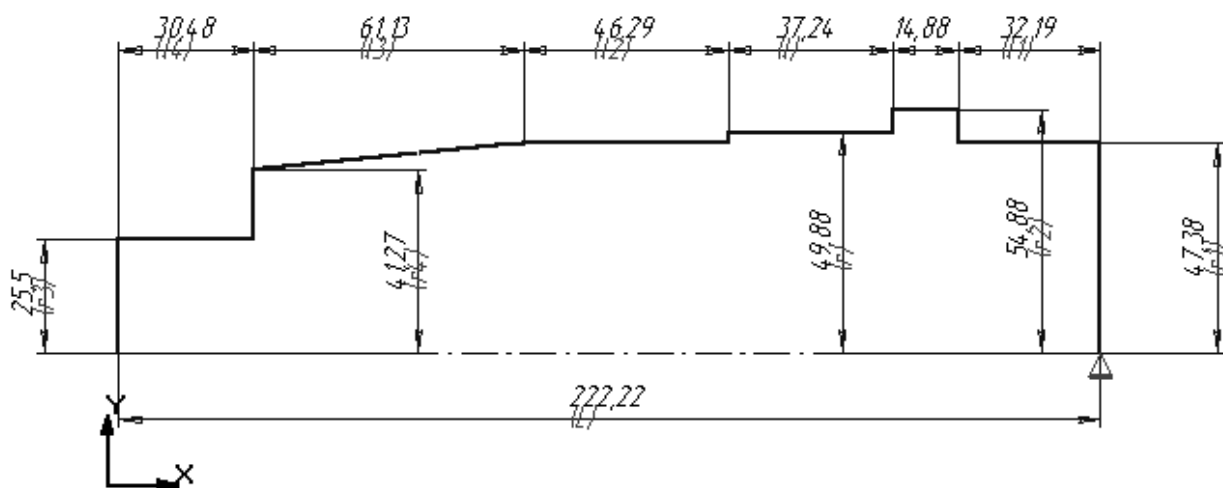
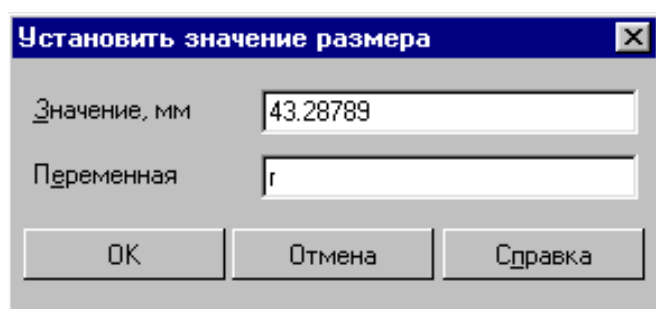

Рис. 4
Рис. 5
7. Расставьте линейные размеры для длин и радиусов участков вала (см. рис. 4). При этом в окне диалога задавайте имя переменной, которая будет связана с размером (рис.5).